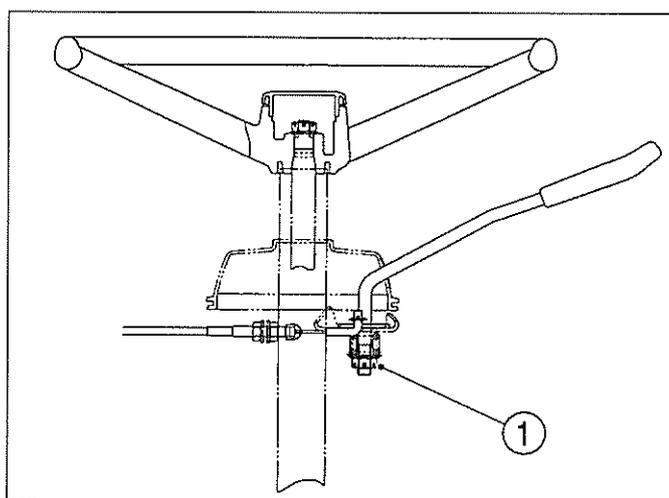

FIG. 59 / ABB. 59 / FIG. 59
FIG. 59 : Le levier d'accélération doit rester dans la position sélectionnée par le conducteur. En mode d'utilisation normale, la friction contre le levier peut diminuer, et engendrer le déplacement de ce dernier par rapport à la position sélectionnée. Tournez l'écrou de réglage (1) de manière à retenir le levier d'accélération à la position sélectionnée.